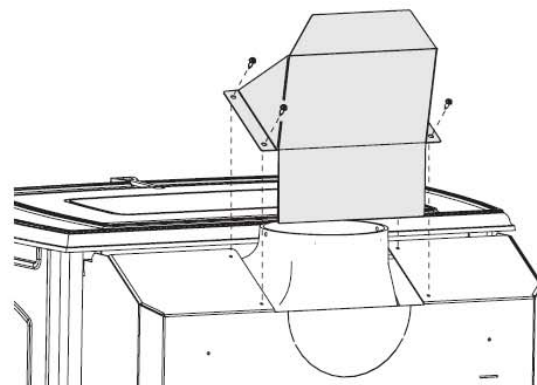

Figure 2. Fixation de l'écran thermique de la buse d'évacuation.
1. Dépliez l'écran thermique, tel que montré à la Fig.2. Fixez-le à la paroi arrière du poêle avec les quatre vis à tôle #8 x 12 du sac de vis et attaches (fournies).